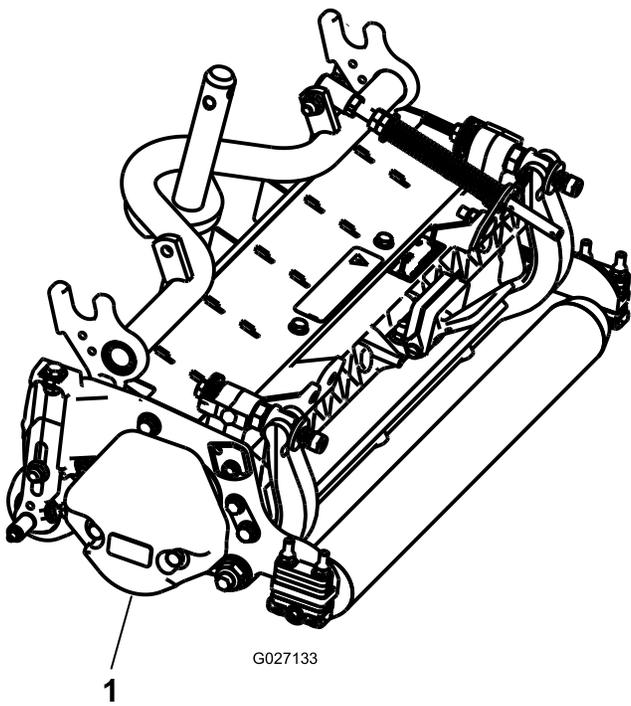

图4
3. 按照配重块套件*安装说明*的描述，确保将配重块（图4）安装到滚刀组正确的一端上。